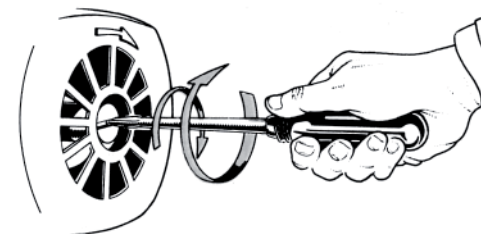

Figura 3: Desbloquear eje
- Compruebe que el eje de la bomba gire libremente y no esté bloqueado (figura 3).